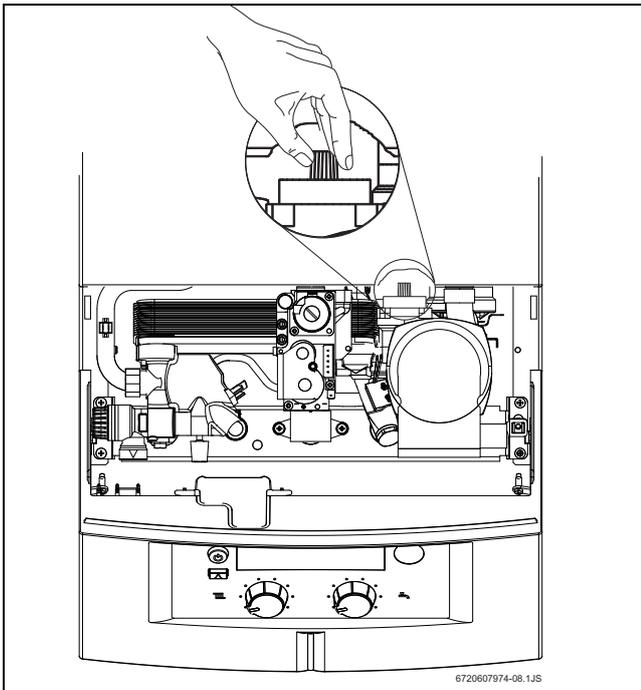

Fig. 15 Purgeur automatique
- Pour ventiler l'appareil par le purgeur automatique intégré : ouvrir le capuchon du purgeur automatique (voir fig. 15).